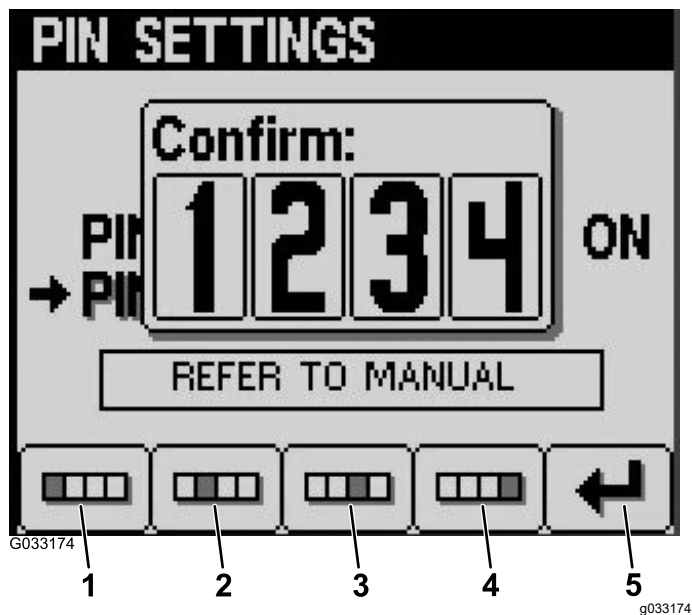

Рисунок 17
8. Подтвердите свой новый ПИН-код, введя его еще раз при помощи кнопок с 1 по 4 и по завершении ввода нажав кнопку 5 (Рисунок 17).